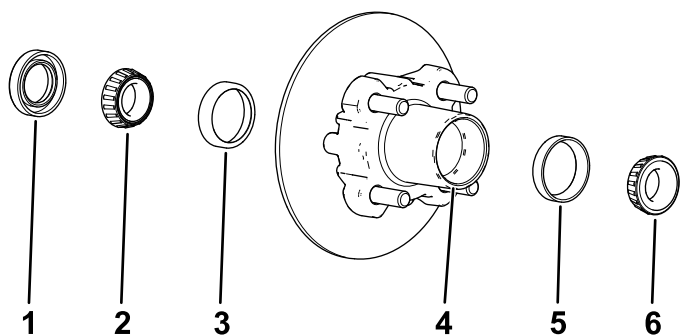

Figura 35
1. Rimuovete il cuscinetto esterno e il relativo anello dal mozzo (Figura 35).
2. Rimuovete la guarnizione e il cuscinetto interno dal mozzo (Figura 35).
5. Pulite la cavità del mozzo da tutto il grasso, la sporcizia e i detriti (Figura 35).
7. Riempite la cavità del mozzo per il 50–80% di grasso specificato (Figura 35).
8. Montate il cuscinetto interno sull'anello sul lato interno del mozzo e montate la guarnizione (Figura 35).